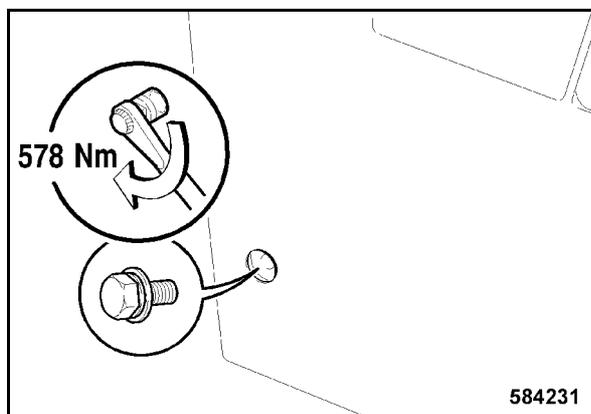

Рис. 216
- Затянуть задние, правые боковые крепежные винты с 578 Нм (Рис. 216).